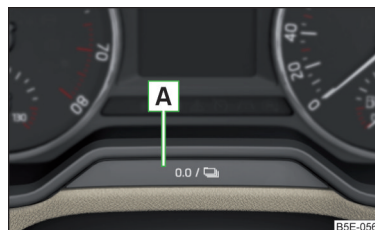

Fig. 27
► Apăsați tasta [A] » fig. 27 la pagina 31.
► Apăsați tasta [A] » fig. 27 și mențineți-o apăsată, până când pe afișaj se afișează punctul de meniu Ora.